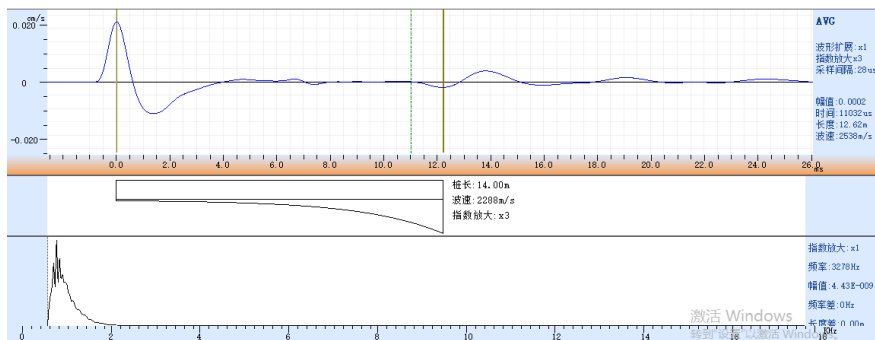

图 3-15 网格显示界面
④网格显示：进行波形文件背景的网络显示，如图 3-15 所示。默认情况下无网格显示。